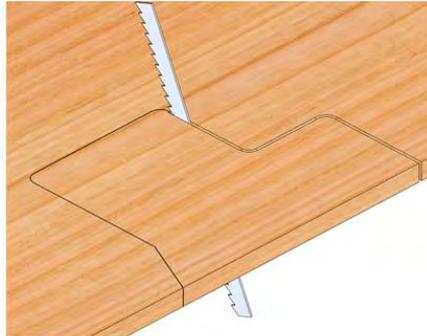

Fig10
- Dessinez et découpez les contours (Fig10)